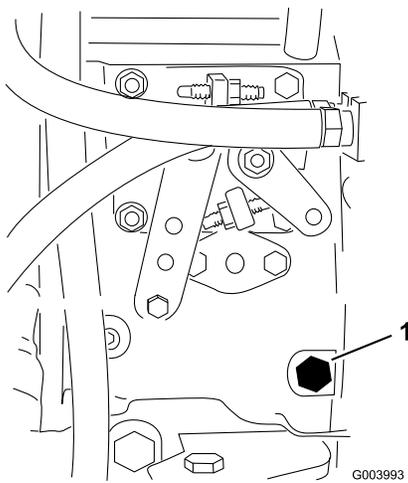

図 36
3. 燃料噴射ポンプ (図 36) についているエア抜きネジを、12 mmのレンチを使って開く。